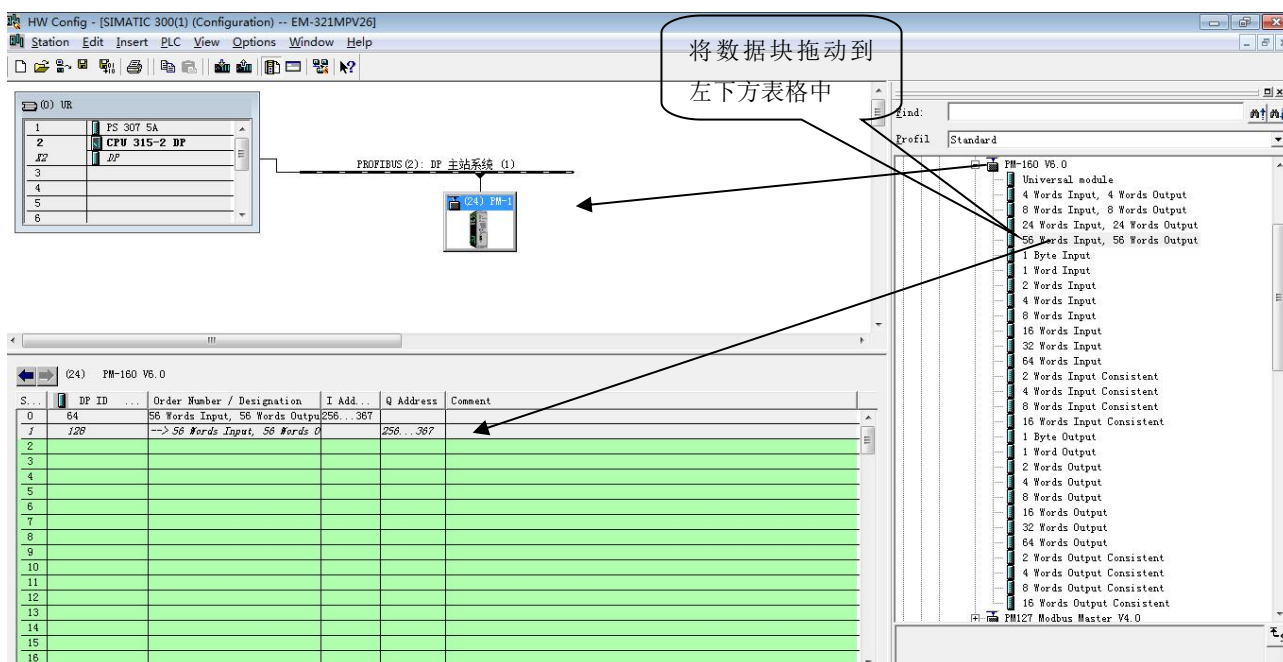

图 13
14. 将从站 PM-160 配入到 PROFIBUS 网络配置当中，并将输入输出数据块，映射到 S7-300 或者其它控制器的内存当中。如图 13: